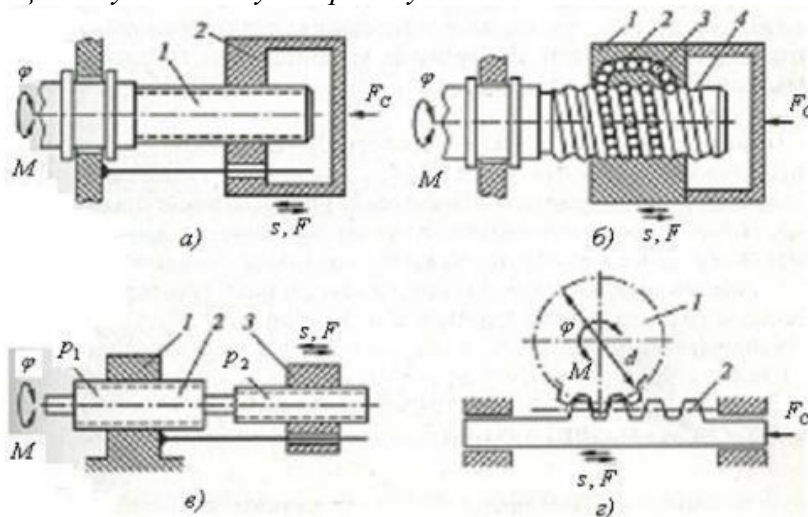

Рис. 5 Передаточные механизмы линейных движений
**Вопрос 21.** Из представленных на рис. 5 передаточных механизмов линейных движений выберите дифференциальную винтовую передачу.
- 1) рис. 5а;
- 2) рис. 5б;
- 3) рис. 5в;
- 4) рис. 5г.